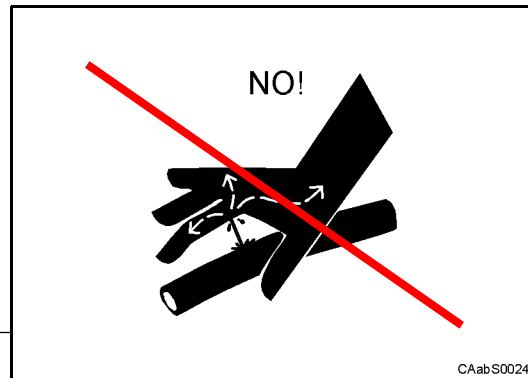
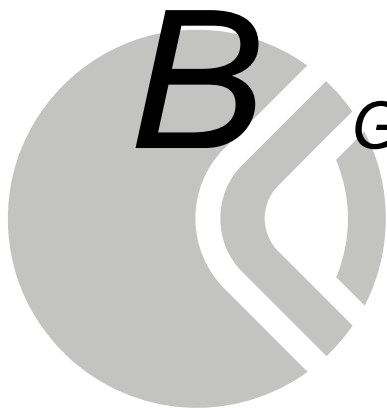

**Fig. 33**
**Fig. 32**
- Evitare la ricerca di eventuali perdite di fluido da condotti in pressione con le mani o altre parti del corpo (Fig. 32), utilizzare le attrezzature preposte o comunque elementi non infiammabili (Fig. 33).
- *Do not search possible liquid loss on pressured pipes by using hands or others body parts (Fig. 32), use the prescribed devices or not inflammable elements (Fig. 33).*